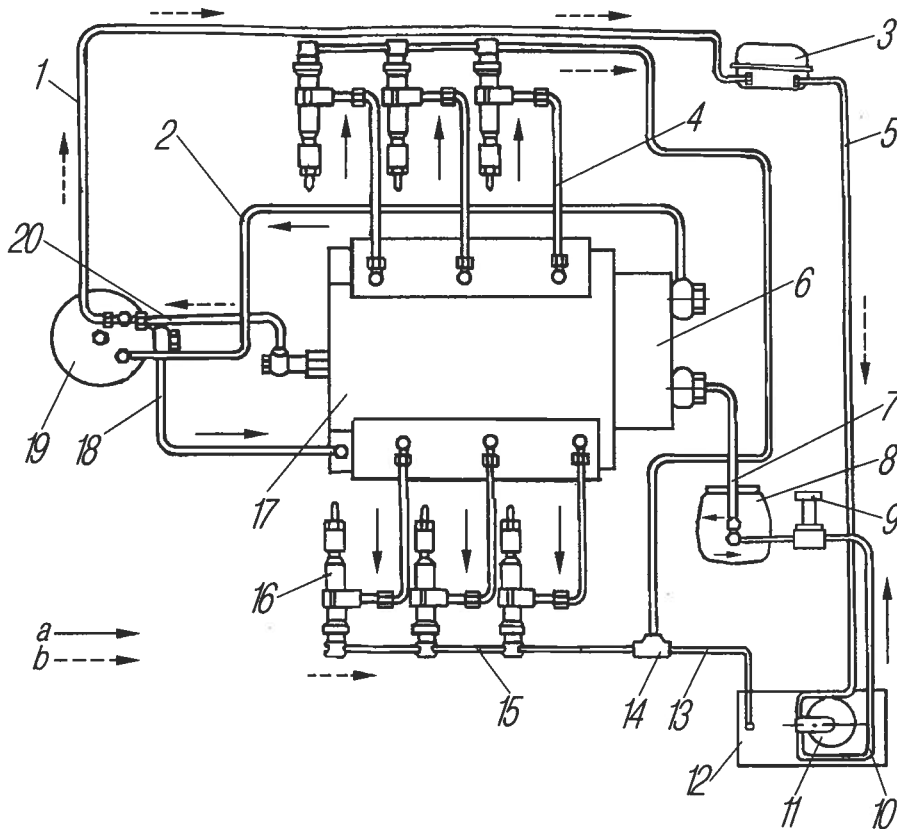

Рис. 21. Схема системы питания:
**Система питания двигателя топливом.** Топливо из топливного бака 12 (рис. 21) засасывается топливоподкачивающим насосом 6 и через фильтры грубой 8 и тонкой 19 очистки поступает к топливному насосу высокого давления (ТНВД) 17. Насос подает топливо по трубкам к форсункам, которые впрыскивают топливо в цилиндры двигателя в соответствии с порядком их работы. Излишки топлива, а вместе с ними и попавший в систему воздух, отводятся через клапан-жиклер фильтра тонкой очистки по топливопроводам 1 и 5 в топливный бак. Просочившееся через прецизионные детали форсунок топливо по топливопроводам 15 и 13 также отводится в топливный бак. Количество топлива в топливном баке измеряется электрическим датчиком уровня, установленным в баке, и контролируется указателем на панели приборов.